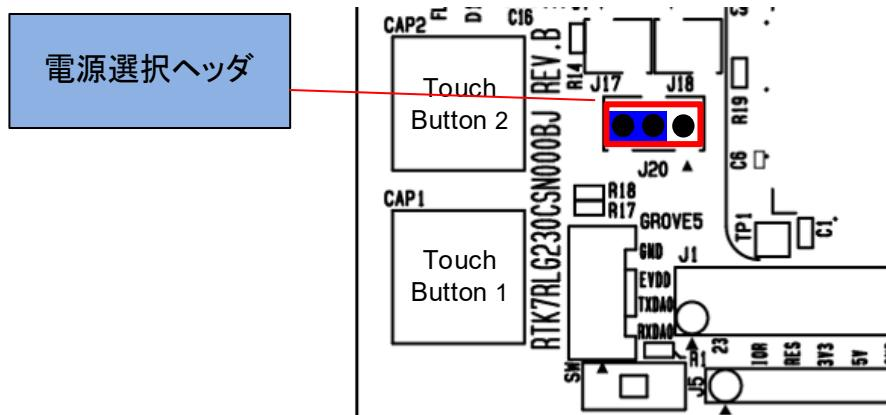

図 8-11: 3.3V 使用時のヘッダ設定(部品面)
- ・ J20 2-3 ショート : 3.3V 電源を選択。(図 8-11)